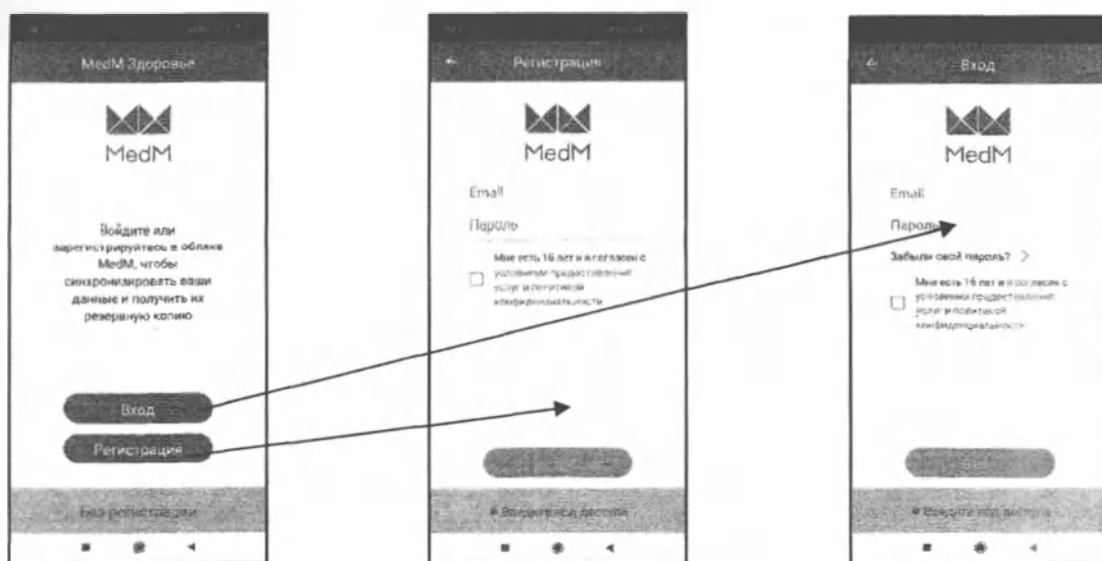

Рисунок 14. – Вход в приложение.
2. Войти или зарегистрироваться в приложении MedM Здоровье (рисунок 14).